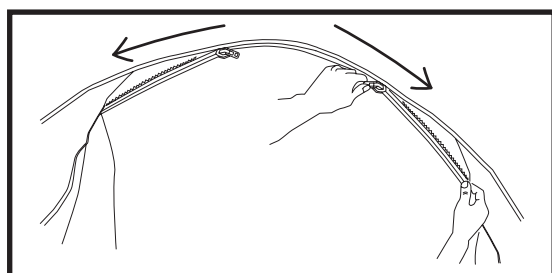

Rys. 2
3. Zapnij wszystkie zamki błyskawiczne na nogach namiotu (Rys. 2).